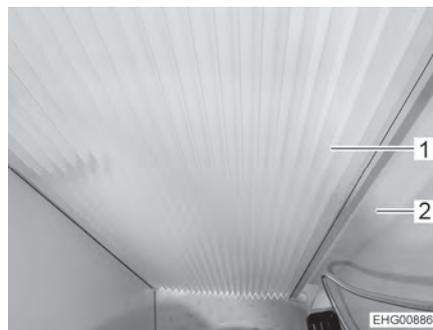

Bild 154 Plissee, geschlossen
- Plissee (Bild 154,1) schließen. Dazu Plissee zur großen Schwenkwand (Bild 154,2) ziehen, bis der Magnetverschluss das Plissee in Position hält.